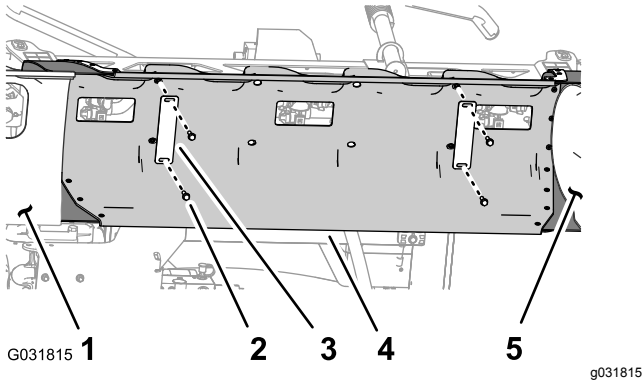

Figura 19
1. Sujetando la cubierta de la sección central (11 boquillas), retire los 4 pernos con arandela prensada (5/16" x 1-1/4") y las 2 pletinas de sujeción que fijan la cubierta al soporte de la cubierta (Figura 19).